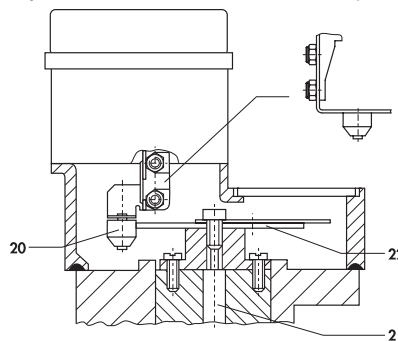

Рис. 8 · Передача крутящего момента на позиционер
В прямоходных клапанах величина рабочего хода, а следовательно, и положение клапана передается через штифт (1.1) на следящий рычаг путевого перемещения (1), что определяет усилие измерительной пружины (4). При установке позиционера на поворотной арматуре, на передней части рычага (1) закрепляется контактный ролик (20), см. Рис. 8. Вращательное движение вала поворотного привода (21) посредством механизма кулачкового диска (22) и контактного ролика (20) преобразуется в прямолинейное движение, необходимое для нормальной работы управляющей пневматической системы позиционера.